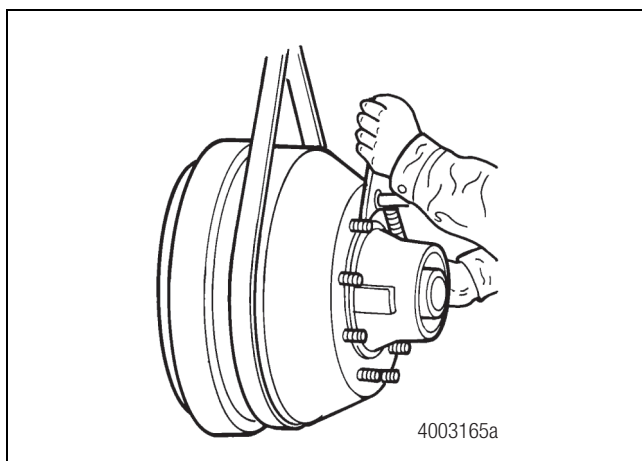

Figura 3.8
10. Retire el cono de cojinete exterior, y después el conjunto de la maza y el tambor, de la espiga del eje. Apoye el conjunto de la maza y el tambor durante todo el proceso de desmontaje; de no hacerlo podría dañar la rosca de la espiga del eje. Figura 3.8.